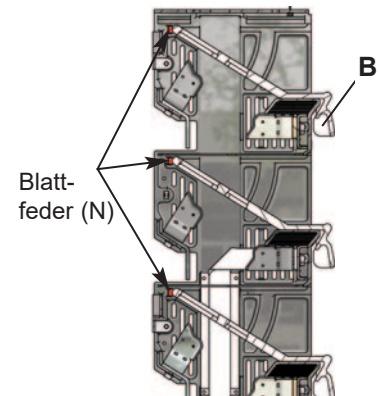

Abb. 16: Kontrolle Blattfeder (N)
Außerdem muss der korrekte Sitz der Blattfeder (N) kontrolliert werden (siehe Abb. 16). Anschliessend die Kabelabdeckung (L) (Abb. 7) aufbringen.